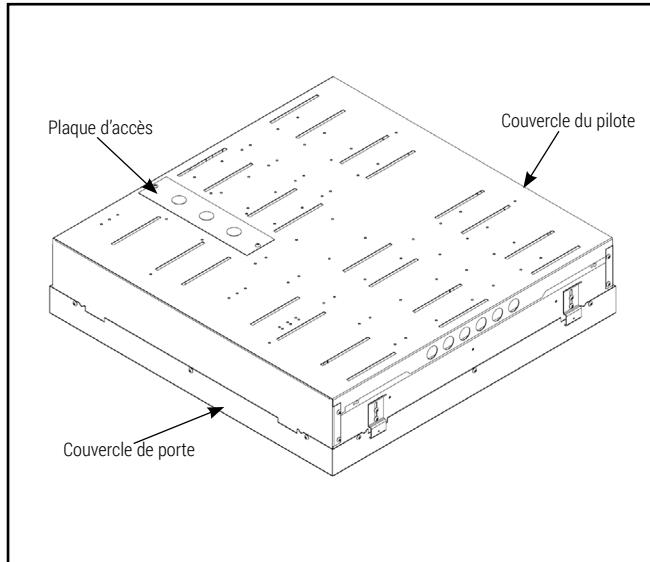

Figure 1.
1. Mettez l'alimentation électrique hors tension depuis le boîtier à fusibles/disjoncteurs principal (figure 1).